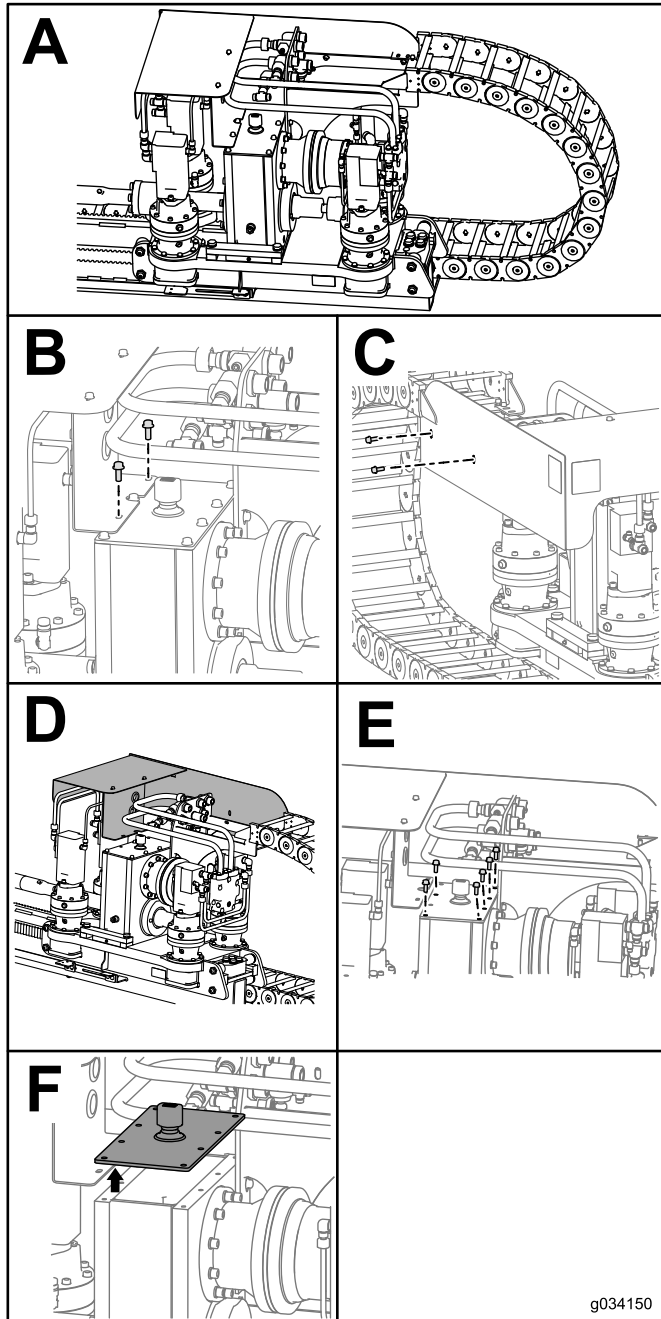

Bild 104
3. Entfernen Sie die zwei Schrauben und Muttern an der Schutzvorrichtung des Fahrgestells (Abschnitt B in Bild 104).
4. Entfernen Sie die zwei Schrauben und Muttern an der Seite der Schutzvorrichtung des Fahrgestells (Abschnitt C in Bild 104).
5. Schieben Sie die Schutzvorrichtung des Fahrgestells nach vorne (Abschnitt D in Bild 104).
6. Entfernen Sie die sechs Schrauben am Getriebe (Abschnitt E in Bild 104).
7. Entfernen Sie die Abdeckung am Getriebe und saugen das Öl ab (Abschnitt F in Bild 104).
11. Schieben Sie die Abdeckung wieder auf das Getriebe und setzen Sie die sechs Schrauben lose ein (Abschnitt E in Bild 104).
12. Setzen Sie die Abdeckung des Fahrgestells wieder auf und setzen die zwei Schrauben lose ein (Abschnitt C in Bild 104).
13. Setzen Sie die zwei Schrauben ein, mit denen die Abdeckung des Fahrgestells am Getriebe befestigt ist (Abschnitt B in Bild 104).